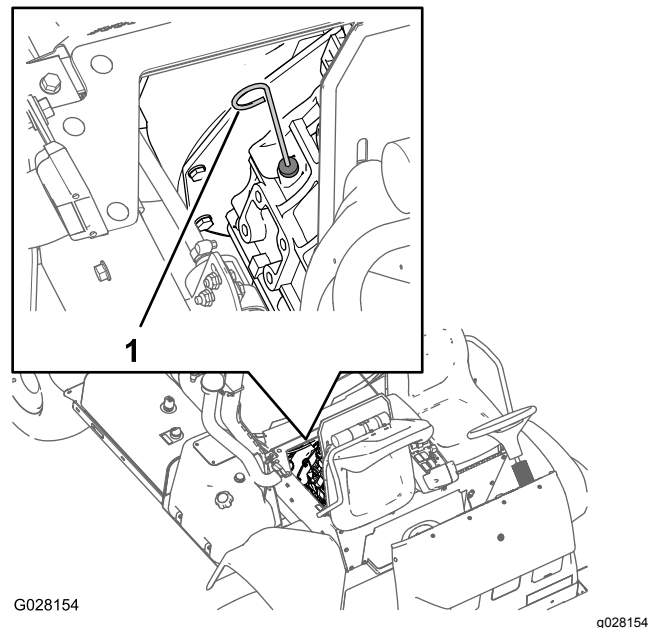

Bild 53
6. Nehmen Sie den Peilstab heraus und lesen den Ölstand im Motor ab (Bild 53).
7. Gießen Sie langsam weiteres Öl der angegebenen Sorte ein, um den Ölstand bis zur Voll-Markierung am Peilstab anzuheben (Bild 53).